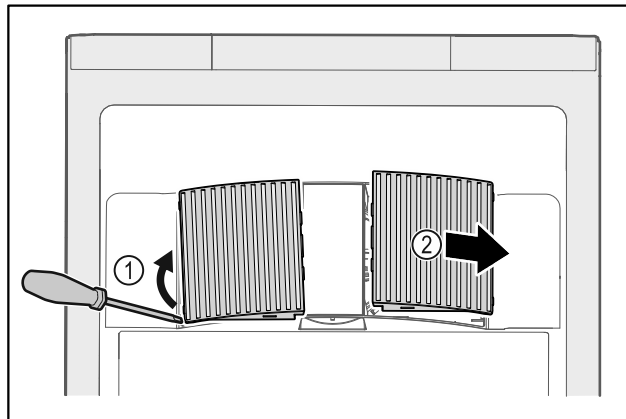

Fig. 46
- ▶ Кожух вентилятора обережно підважити зі сторони Fig. 46 (1) і витягнути рухом вперед Fig. 46 (2).